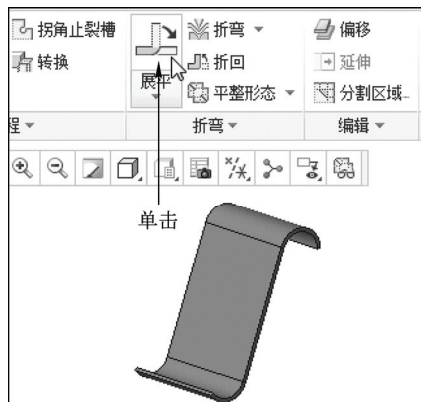

图 13-55 单击“展平”按钮
STEP 02 在功能区选项板的“折弯”选项卡中，单击“折弯”面板中的“展平”按钮，如图 13-55 所示。